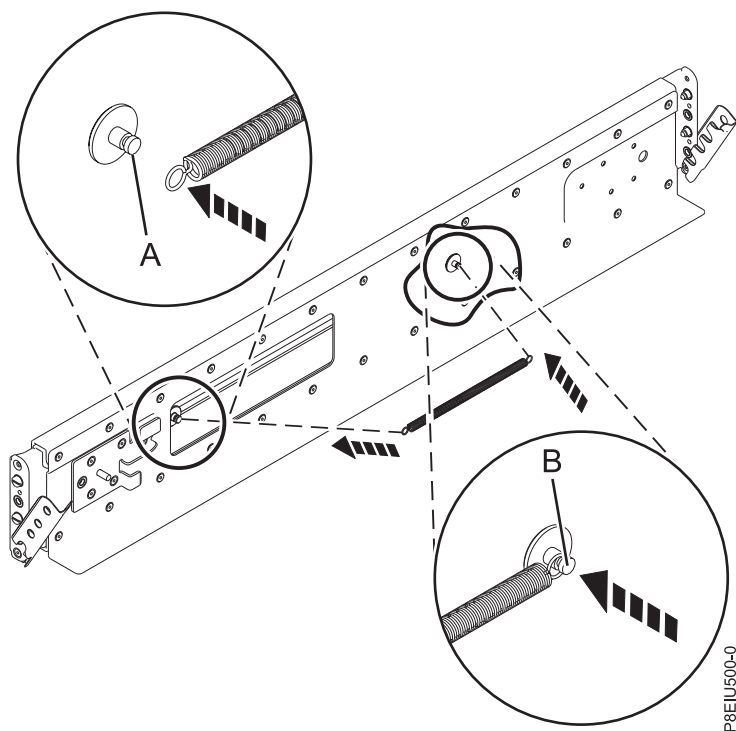

Figura 3. Instalación del muelle en el riel
4. Coloque el muelle en el riel enganchando un extremo en uno de los empalmes circulares, (A), y el otro extremo en el otro empalme circular, (B), tal como se muestra en Figura 3 en la página 6.